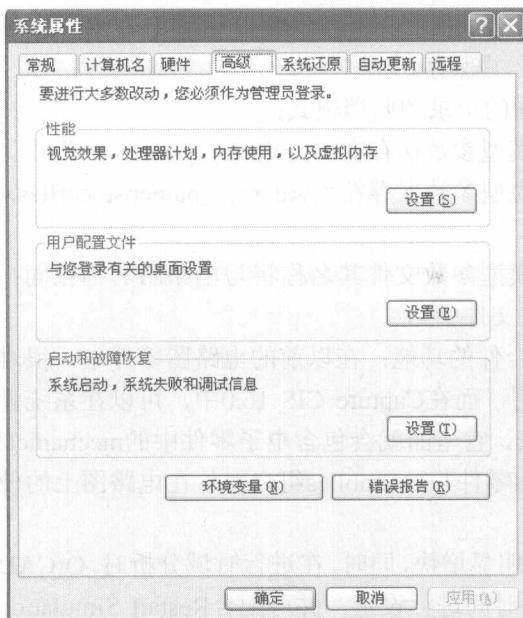

图 1.2.17 系统属性对话框
(14) 环境变量的设置，按以下步骤进行：
- ① 选择“我的电脑”，单击鼠标右键，选择“属性”选项，弹出系统属性对话框，单击“高级”页，如图 1.2.17 所示。